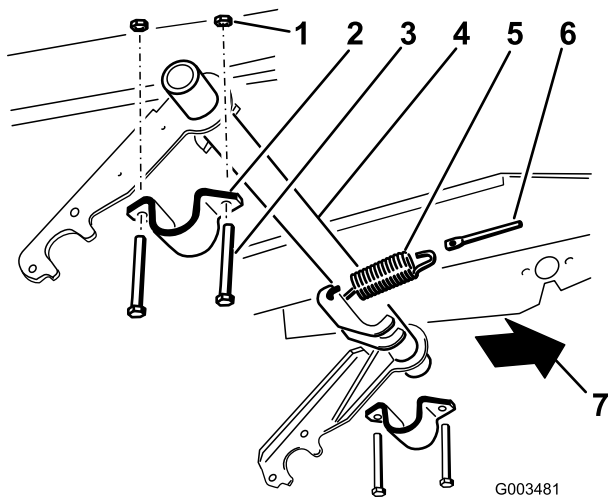

図 5
1. 延長スプリングを、ピボットチューブのスプリングレバーの1つとスプリングロッドに取り付ける (図 5)。
2. ピボットチューブブラケットを右側に仮止めする (図 5)。
3. ピボットチューブの右側を、右側ピボットチューブブラケットに入れる (図 5)。
とロックナット (3/8 インチ) 2個を使用する (図 5)。